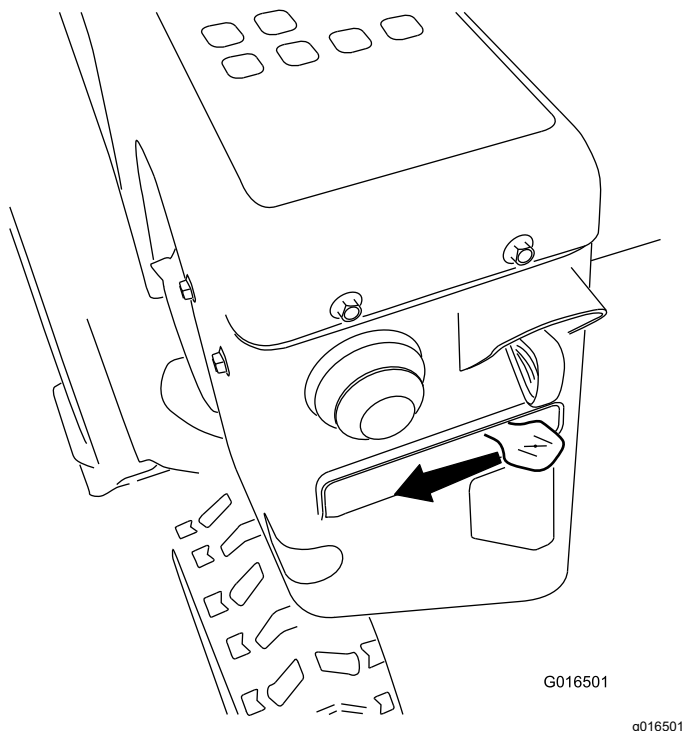

Figure 19
5. Réglez le starter à la position STARTER (Figure 19).